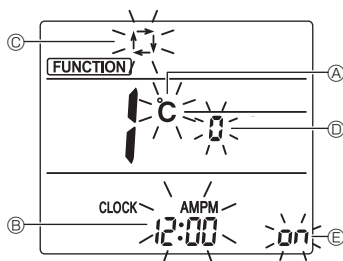

Fig. 4-11
L'écran Réglage de l'affichage s'affiche. (Fig. 4-11)
4.12.2. Changement de l'unité de température (Fig. 4-11 (A))
- Appuyez sur la touche ⑤.
- À chaque pression sur la touche ⑤, le réglage change entre °C et °F.
4.12.3. Changement de l'affichage de l'heure (Fig. 4-11 (B))
- Appuyez sur la touche ⑥.
- À chaque pression sur la touche ⑥, le réglage change entre et .
4.12.4. Changement du mode AUTO (Fig. 4-11 (C))
- Appuyez sur la touche ⑦.
- À chaque pression sur la touche ⑦, le réglage change entre et .
4.12.5. Changement du n° de paire (Fig. 4-11 (D))
- Appuyez sur la touche ④.
- À chaque pression sur la touche ④, le n° de paire 0-3 change.